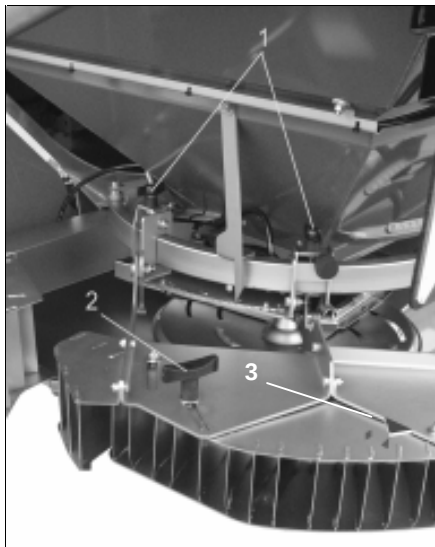

Fig. 24
- Symbol “ ” eller “ ”(Fig. 24/3)
- Lossa handtagen (Fig. 24/1) och ställ in på skalan efter tabellen, och dra åt handtagen igen.
- -För att vrida gränsspridningsskärmen inåt eller utåt, lossa handtaget (Fig. 24/2) och vrid skärmen tills pilen visar på symbolen “ ” eller “ ”. Dra åt handtaget igen.